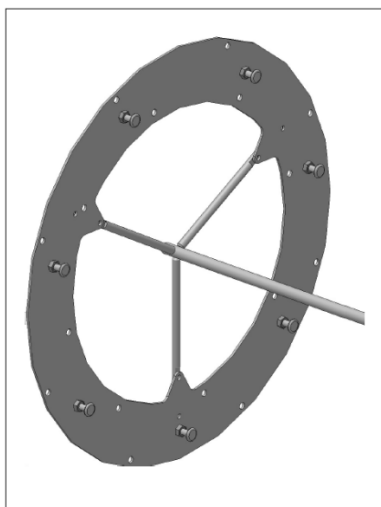

Figura 3.7
4. Inserire le punte dello spiedo negli appositi fori dei dischi del rotore (v. figura 3.7). L'altra estremità va inserita nei fori corrispondenti del disco opposto.